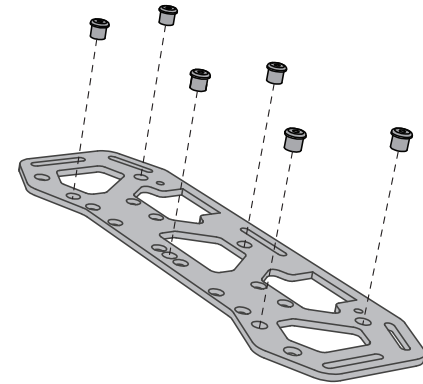

Abbildung 5. Montage der Gummiringdichtung
- Montieren Sie die sechs Gummiringdichtungen wie in **Abbildung 5** gezeigt an jedem Cargo-Träger.